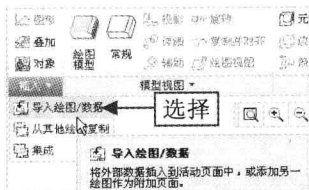

图 12-119 选择“导入绘图/数据”选项
Step 01 按【Ctrl+N】组合键,新建绘图文件,在“布局”选项卡中,单击“插入”面板中“插入”右侧的下拉按钮,在弹出的下拉列表中选择“导入绘图/数据”选项,如图 12-119 所示。